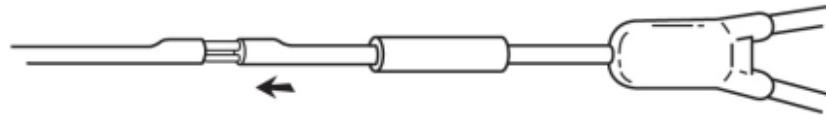

Fig. 4
4. Breng de kleine metalen canule(s) in het/de kleine lumen/lumina van het katheruiteinde (fig. 4).